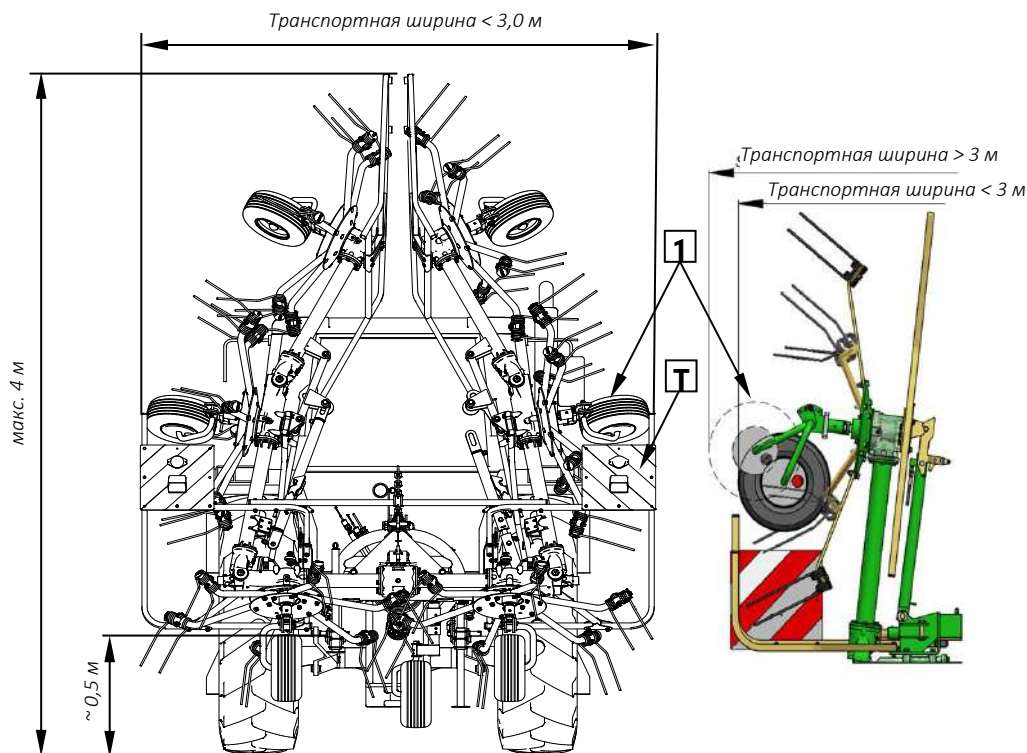

Рис. 13. Изменение транспортной ширины ворошилки
- поднять ворошилку гидроподъемником на тягах трактора таким образом, чтобы ездные колеса находились мин 50 см над землей (Рис. 13),
- в случае необходимости отрегулировать ездные колеса ворошилки таким образом, чтобы его транспортная ширина во время передвижения по общественным дорогам не превышала 3 м (Рис. 13).
Безопасность дорожного движения и обязывающие правила требуют, чтобы во время проезда по общественным дорогам ворошилка была оснащена двумя опознавательными знаками Т (Рис. 13) (знаки являются стандартным оснащением ворошилки). Для повышения безопасности транспортировки машину снабдить знаком тихоходное транспортное средство - знак можно купить у производителя.
Во время передвижения по общественным дорогам ширина машины не должна превышать 3,0 м. Так как ворошилка SaMASZ имеет возможность установки рабочей высоты ездных колес, изменение этой установки может вызывать изменение транспортной ширины по её сложению. Таким образом следует контролировать транспортную ширину ворошилки перед выездом на общественную дорогу, а в случае необходимости заменить положение колес **1** (Рис. 13).